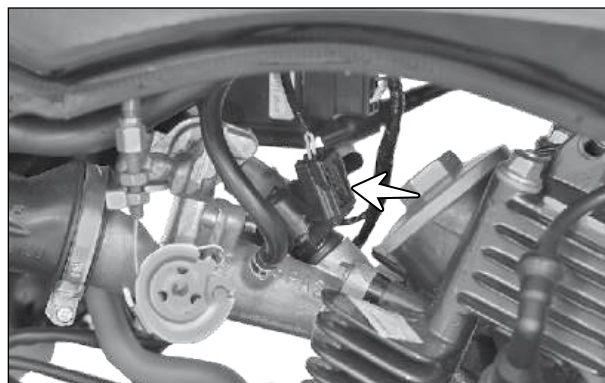

Fig. 3.26
- Pressione a trava e desconecte o conector do injetor de combustível (seta) do injetor. (Fig. 3.26)